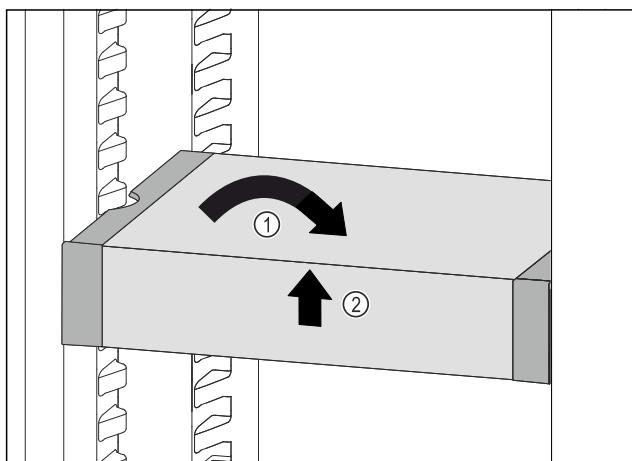

Fig. 49
- Установите VarioSafe прямо. Fig. 49 (1)
- Приподнимите VarioSafe спереди. Fig. 49 (2)